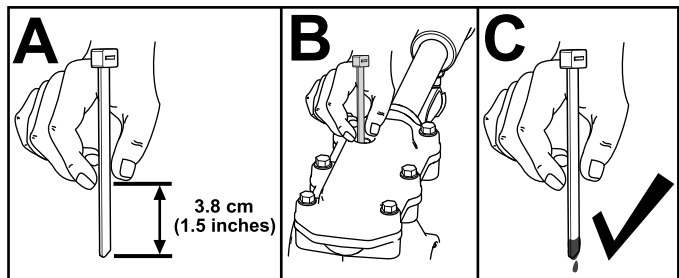

Bild 38
3. Überprüfen Sie den Ölstand mit einem geeigneten Messgerät, z. B. einem sauberen Kabelbinder. Das Öl sollte ca. 3,8 cm unter der Einfüllöffnung liegen (Bild 38).